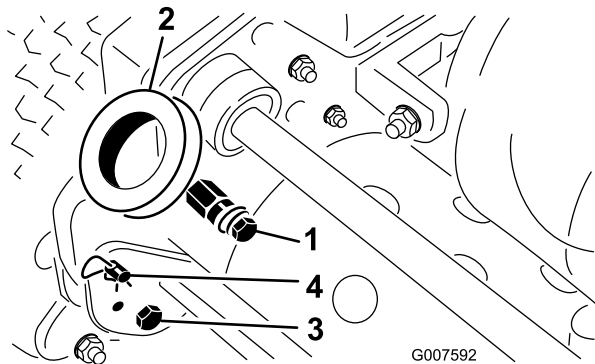

Bild 2
1. Nehmen Sie die Schrauben, Sicherungsmuttern und Scheiben ab, mit denen die Holmarme unten an jeder Seite der Maschine befestigt sind (Bild 2).
2. Nehmen Sie die Splints und Ringstifte ab, mit denen die Holmarme hinten am Rahmen befestigt sind (Bild 2).
3. Schieben Sie die Holmenden durch die Löcher in den Holmarmen und fluchten Sie die Löcher mit den Befestigungsstiften aus (Bild 2).
1. Nehmen Sie an jeder Seite der Maschine die Splints von den Ringstiften ab (Bild 2).
2. Stützen Sie den Holm ab. Nehmen Sie die Ringstifte an jeder Seite ab. Heben Sie den Holm auf die gewünschte Bedienposition an oder senken ihn ab (Bild 2).